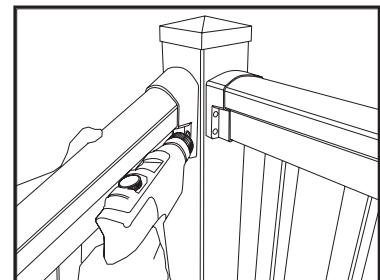

Fig. 5
10. Centre la baranda sobre el riel inferior y monte los soportes sobre el poste o superficie de montaje. También asegúrese que los balaustres estén alineados en el ángulo deseado. Fije los soportes con los tornillos de 2 1/2" provistos. (FIG. 5)